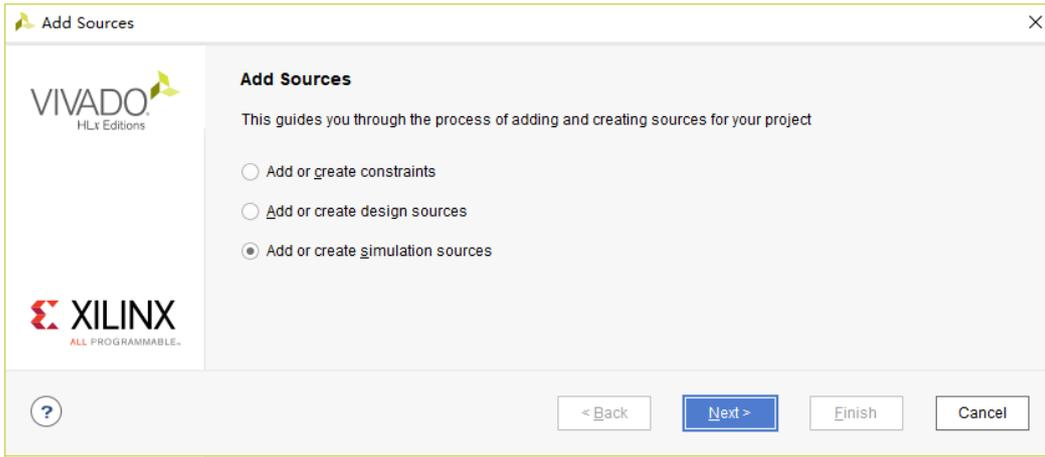
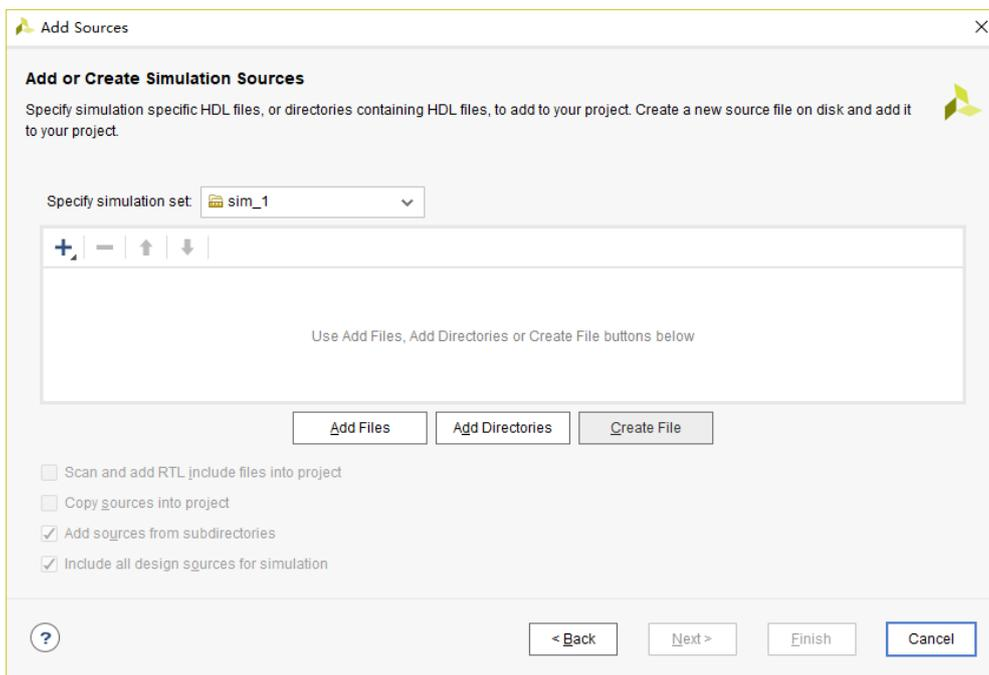

图 1.13
图 1.14
C) 点击 Flow Navigator 中的 RTL ANALYSIS 的 Open Elaborated Design, 如图 1.13; 自动生成器件原理图, 如图 1.14。